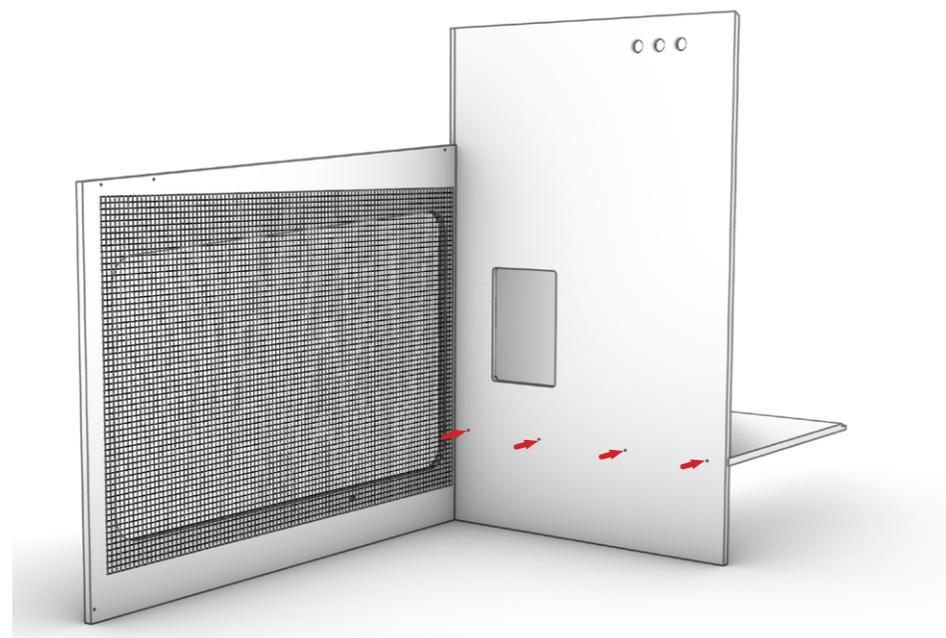

Abbildung 13: Frontplatte mit Bodenplatte verschrauben
9. Schrauben Sie dann sogleich die Frontplatte mit der Bodenplatte mit 4 Stück Senkkopfschrauben 4x50 (TX20) fest (siehe Abbildung 13).